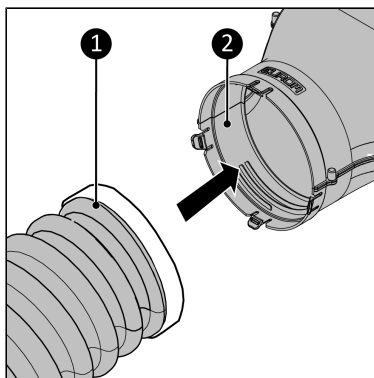

Figura 104.
- Cu sistem cu clic, pentru un furtun cu guler (Figura 104, nt. 1).
1. Introduceți furtunul de aer condiționat (Figura 104, nt. 1) în corpul principal (Figura 104, nt. 2).